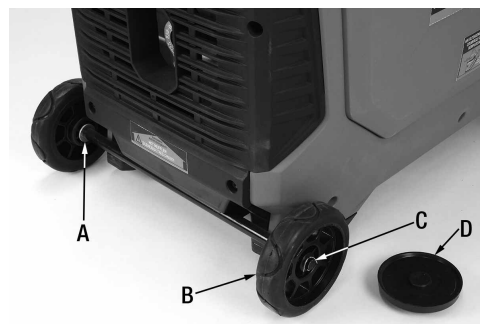

Figure 2
- 5) Positionnez la génératrice à inverseur à la verticale sur ses pieds en caoutchouc. Positionnez une rondelle (A) Fig.2 et ensuite une roue (B) sur un côté de la tige de roue. Fixez la roue à l'aide d'une goupille fendue (C). Insérez la goupille fendue et pliez les extrémités pour fixer la roue. Répétez pour la deuxième roue.
- 6) Alignez et installez un enjoliveur (D) Fig.2 sur l'ouverture de chaque roue.
- 4) Si le niveau d'huile atteint seulement la mi-chemin du jauge ou moins, il est nécessaire de remplir le carter (dans le même trou que le jauge à niveau d'huile) avec de l'huile SAE 10W-30 jusqu'à ce que le niveau d'huile atteigne le 3/4 du jauge tel que montré à la Fig.2.